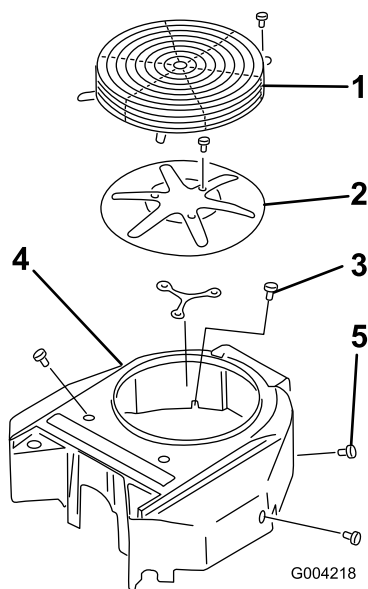

Figura 66
Antes de cada uso, retire cualquier acumulación de hierba, suciedad y otros residuos de la rejilla del motor. Esto ayudará a asegurar una refrigeración adecuada y una velocidad de motor correcta, y reducirá la posibilidad de sobrecalentamiento y daños mecánicos al motor (Figura 66).
3. Retire la rejilla de entrada de aire, el arrancador de retroceso y la carcasa del ventilador (Figura 66).
5. Instale la rejilla de entrada de aire, el arrancador de retroceso y la carcasa del ventilador (Figura 66).